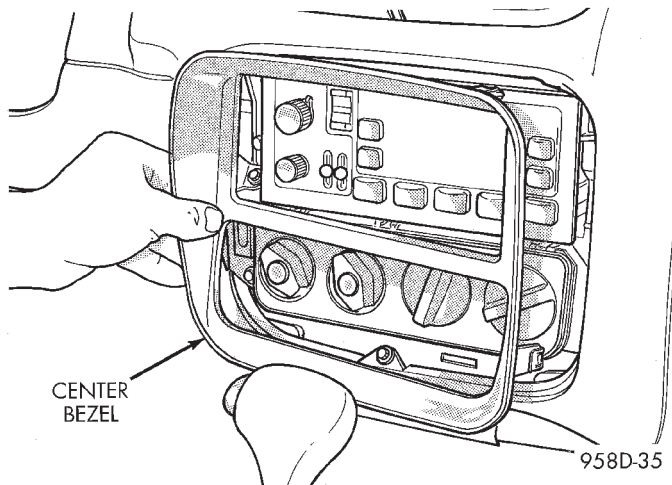

Fig. 13 Center Bezel
- (8) Pull center bezel off (Fig. 13).